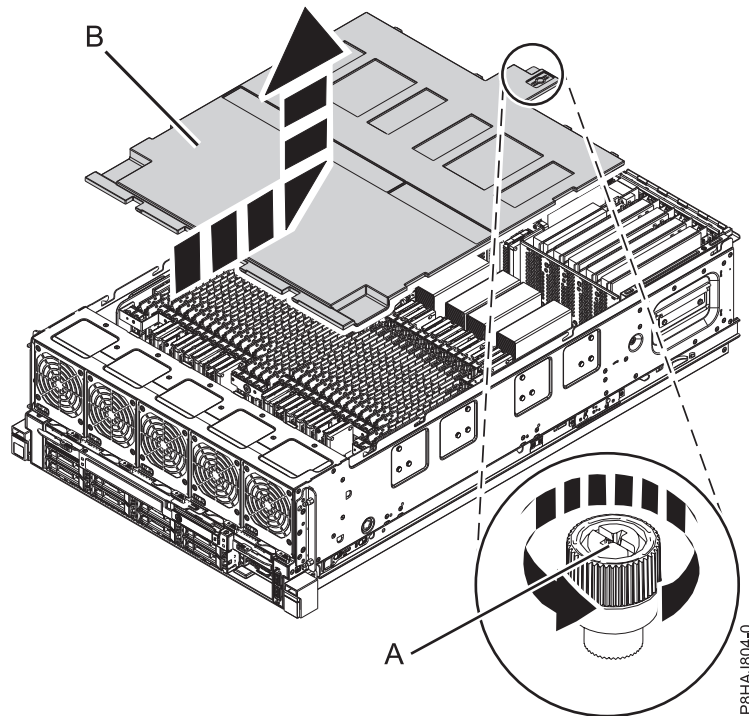

Abbildung 20. Sicherheitsabdeckung ausbauen
2. Lösen Sie die Rändelschraube (A) an der Rückseite der Abdeckung, indem Sie sie in die in Abb. 20 auf Seite 51 gezeigte Richtung drehen.
3. Schieben Sie die Sicherheitsabdeckung (B) zur Rückseite des Systems. Wenn sich die Vorderseite der Abdeckung von der oberen Rahmenleiste gelöst hat, heben Sie die Abdeckung an und vom System ab.